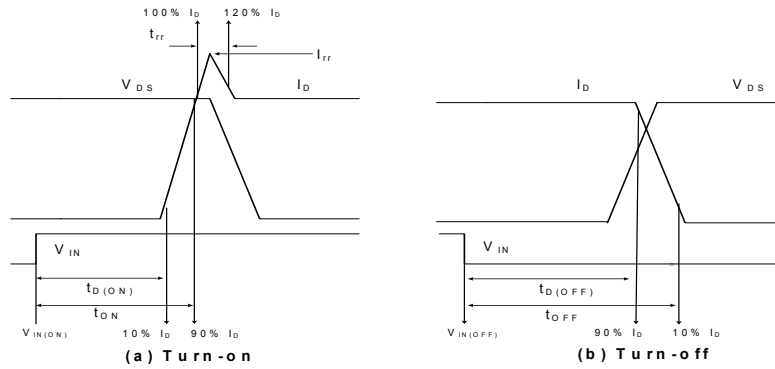
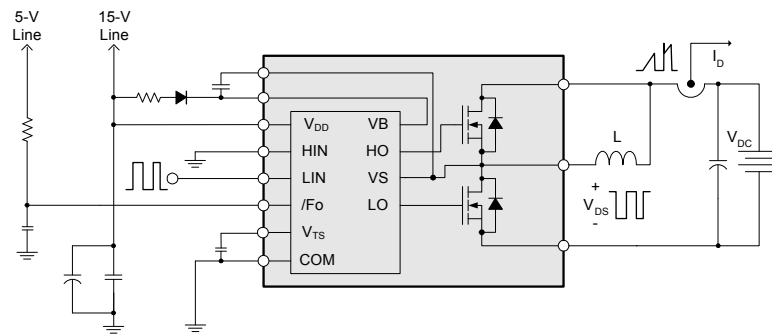

图 3. 开关时间的定义
图 4. 开关测试电路（低端）
- $t_{ON}$  和  $t_{OFF}$  包括内部驱动 IC 的传输延迟。所列出的数值是在实验室测试条件下测得, 在实际应用中因为印刷电路板和布线的差异, 数值也会有所不同。请参阅图 3 介绍的开关时间定义, 以及图 4 中的开关测试电路。